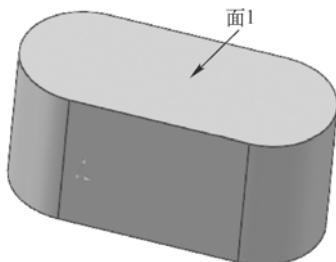

图 6-47 拉伸图形
- (4) 选择菜单栏中的“插入”→“凸台/基体”→“拉伸”命令，将步骤 (3) 中绘制的草图拉伸成深度为 60 mm 的实体，拉伸后的图形如图 6-47 所示。
- (5) 选择菜单栏中的“插入”→“特征”→“圆顶”命令，或者单击“特征”工具栏中的 (圆顶) 按钮，此时系统弹出“圆顶”属性管理器。
- (6) 在“参数”选项组中，单击选择如图 6-47 所示的表面 1，在“距离”文本框中输入“50”，勾选“连续圆顶”复选框，“圆顶”属性管理器设置如图 6-48 所示。